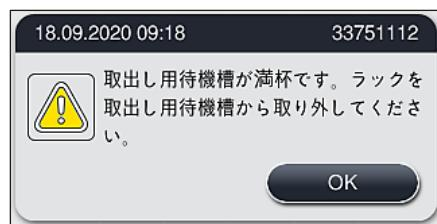

図 90
- ・遅くとも、アンロードステーションが満杯になったことを知らせる警告メッセージが表示されたときは、取出し用待機槽を開き、ラックを取り出す必要があります（→「図 90」）。警告メッセージに従わなかつた場合、その後はラックをアンロードステーションに移すことができなくなります。ステップ時間が守られず、染色プロセスが延びるため、染色結果が変化し、最終的には無効になる可能性があります。